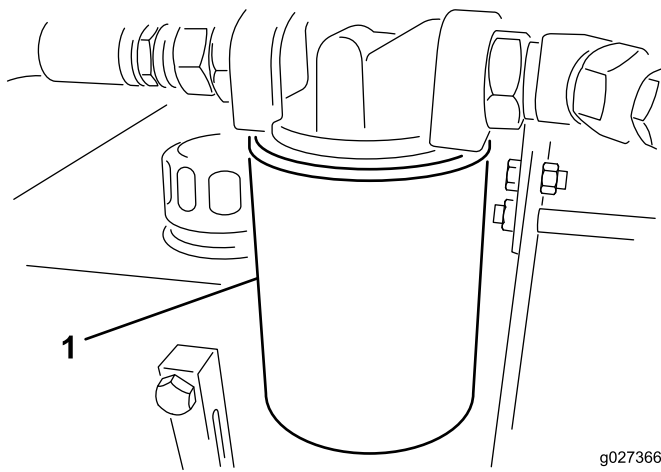

Bild 11
3. Stellen Sie eine Auffangwanne unter den Filter und entfernen den Filter (Bild 11).